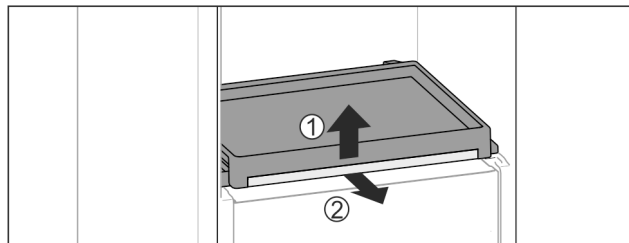

Fig. 180
- Auszugsbord mit Glasplatte entnehmen: Glasplatte vorne leicht anheben Fig. 180 (1) und nach vorne herausziehen Fig. 180 (2).